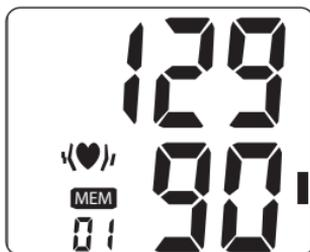

Fig. 2
2. Pulse nuevamente el botón **MEM** para desplazarse por las mediciones que están almacenadas. Las mediciones aparecerán en la pantalla desde la más actual a la más antigua. Se mostrarán todos los resultados de una medición determinada, incluyendo los resultados de la medición, frecuencia del pulso, Indicador de hipertensión, alerta de Latido Irregular (si corresponde), y fecha/hora, Fig 2. Los resultados de la medición y los resultados del pulso alternarán, titilando entre la medición y el pulso cada 2 a 3 segundos.